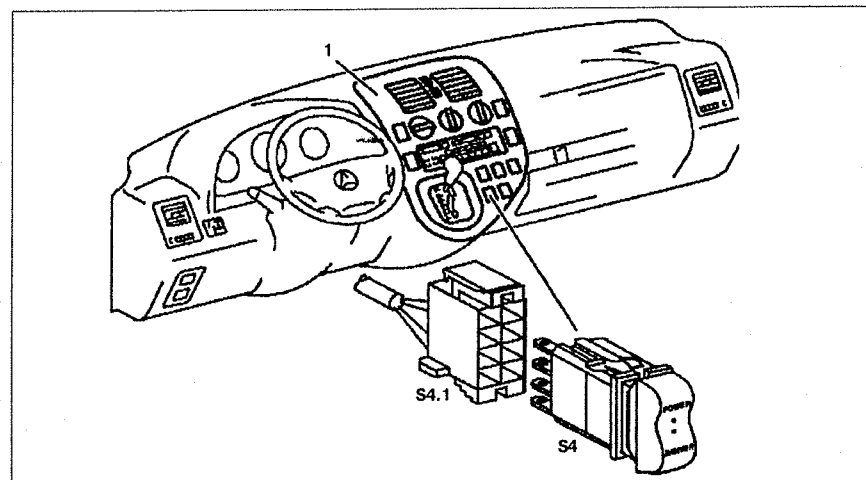

Рис. 6.62. Программный переключатель режимов АКПП: 1. Центральная панель, S4. Программный переключатель режимов АКПП, S4.1. Разъем проводки.
2. Снимите центральную панель 1 с панели приборов (см.рис.6.62).